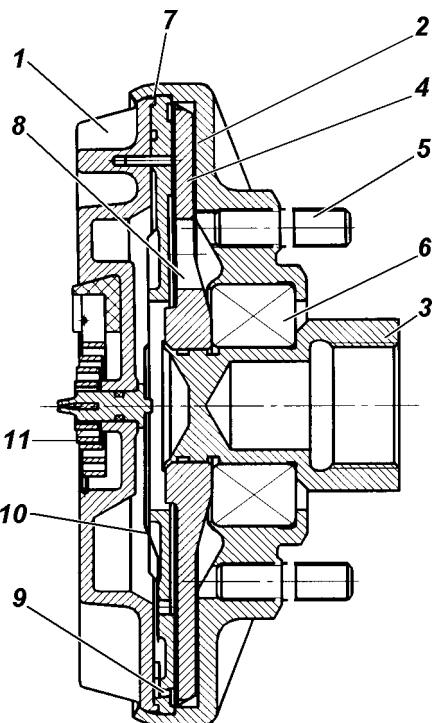

Рис. 4.12. Муфта привода вентилятора:
**Муфта привода вентилятора** (рис. 4.12). Наружную поверхность муфты следует содержать в чистоте для обеспечения отвода тепла, выделяющегося в процессе работы муфты, и нормальной работы биметаллической пружины клапана. Включение и выключение муфты происходит автоматически.